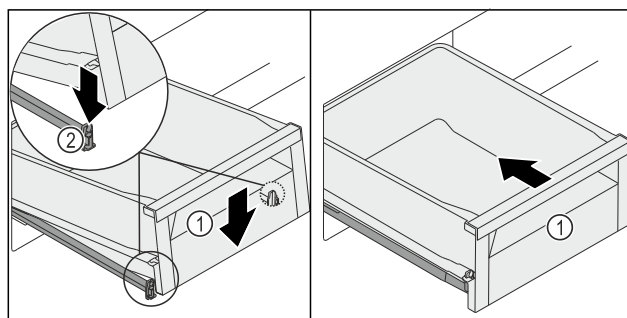

Fig. 260
- Спуснете чекмеджето Fig. 260 (1) отпред, така че чекмеджето да се плъзне отляво и отдясно в скобата Fig. 260 (2).
- Чекмеджето Fig. 260 (1) се фиксира с щракване.
- Вкарайте чекмеджето Fig. 260 (1).